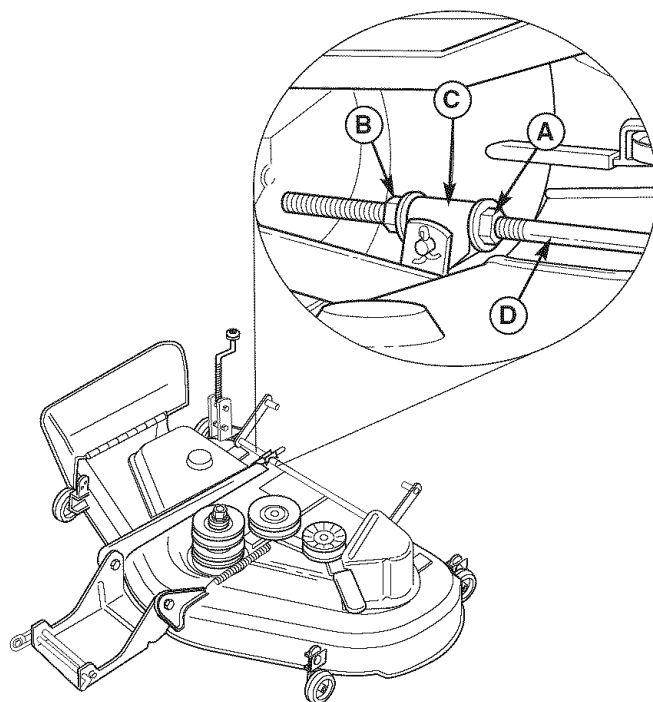

**Figura 36. Orientar las Aspas de Adelante hacia Atrás**
1. Gire las aspas de adelante hacia atrás como se muestra en la Figura 36. Mida la distancia del suelo a la punta delantera del aspa central, y del suelo a la punta trasera de las aspas izquierda y derecha (Figuras 33 y 36). Las puntas delanteras deben estar 1/8"-1/4" (3-6mm) más altas que las puntas traseras. Si no, proceda con el paso 2.